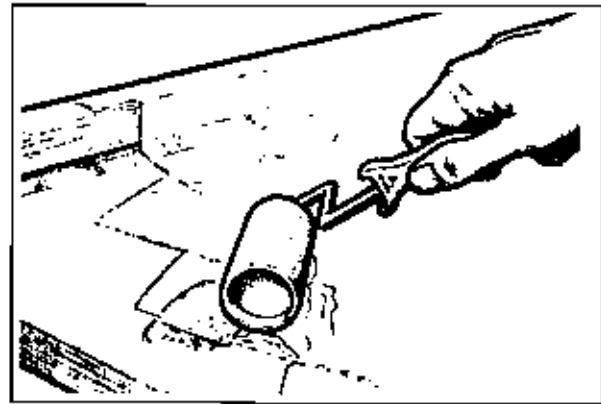

Abb. 8-10 Tränken Sie poröse Oberflächen, vor dem Auftragen der Spachtelmasse.
2. Die poröse Oberfläche wird mit nicht angedicktem Harz getränkt (Abb. 8-10). Wenn die Schicht ausgehärtet ist, wird die Fläche abgewaschen und geschliffen.